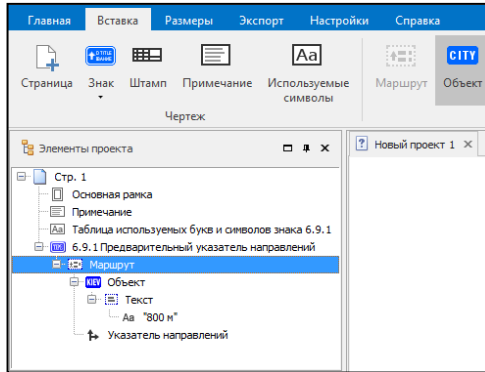

Рис. 6.9
10. Выделите щит, выберите вкладку Вставка и вызовите команду **Объект** или вызвав контекстное меню правой клавишей мыши, выберите команду **Объект** (рис. 6.9). Для добавленного объекта введите текст: ЛИДА, высоту текста оставьте 100.